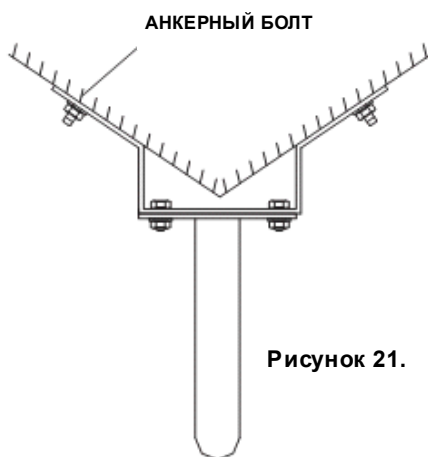

Рисунок 21.
- Г-5. Закрепите анкерные болты при помощи гаек (Рисунок 21).